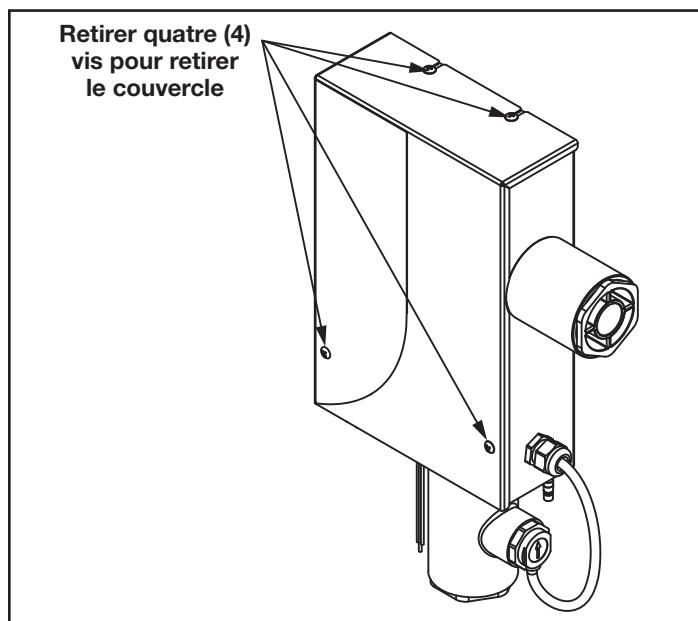

Figure 1. Retrait du couvercle du système Jandy Offline AOP
2. Utiliser un tournevis cruciforme pour retirer les quatre (4) vis qui fixent le couvercle supérieur. Les mettre de côté pour le rôlessembleage. Voir la Figure 1.